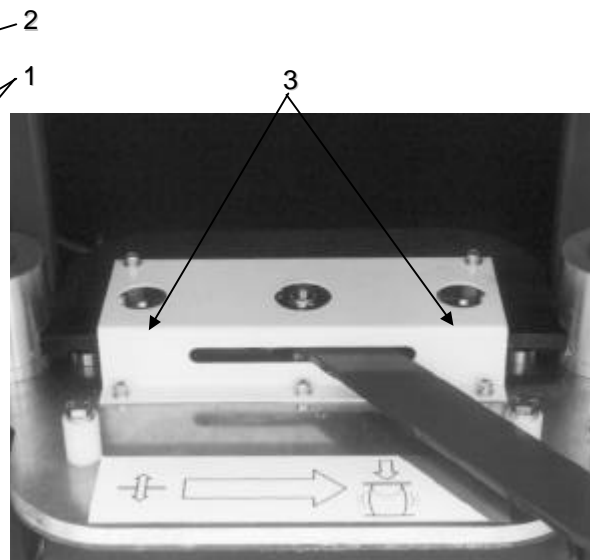

figure 6
- Graisser les mécanismes de serrage (voir figure 6, numéro 3).